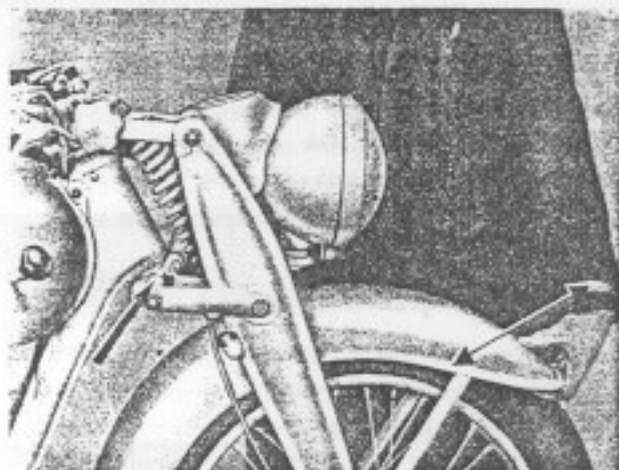

Bild 179
1. Kraftrad auf Mittelständer stellen, Lenkungsdämpfer lockern, Vorderradschutzblech mit der rechten Hand fassen (Bild 179), den Daumen der linken Hand auf Trennfuge zwischen Lenkkopf und Kreuzkopf an der unteren Lagerstelle legen. Vorderbau in Fahrtrichtung hin und her bewegen.